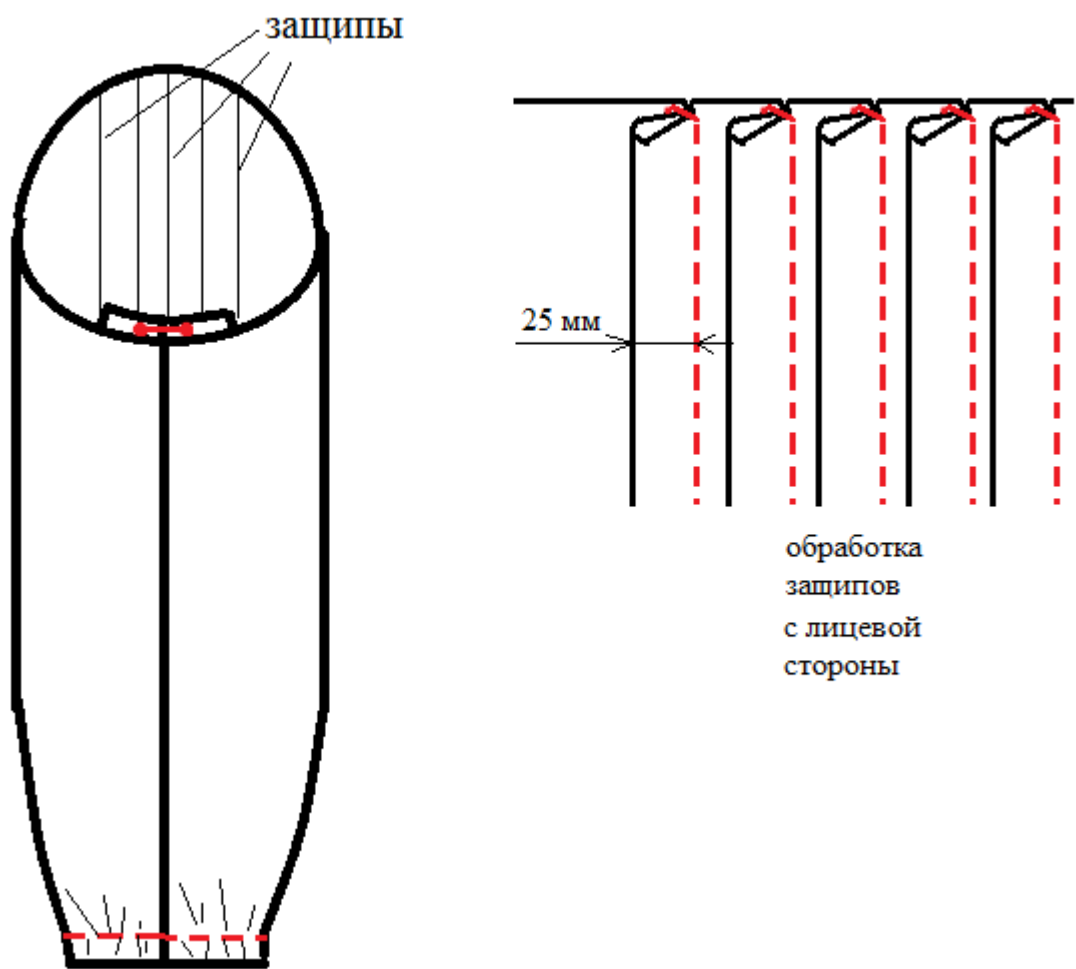

Рисунок 2 – Схема обработки рукава с защипами
2) *При пошиве можете воспользоваться рекомендованной технологической последовательностью изготовления, приведенной ниже (стр. 7), а также схемой обработки (стр. 8, рис. 2), или применить свой метод изготовления, не ухудшающий качество и полностью соответствующий заданному внешнему виду фрагмента модели женской блузки.*